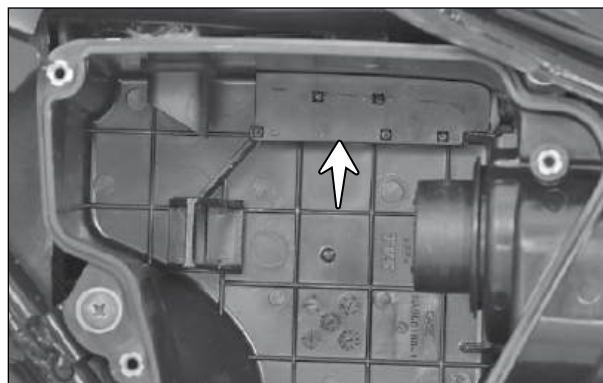

Fig. 2.26
- Remova a tampa do filtro do respiro do motor (seta), retirando sua vedação e retire o elemento filtrante. (Fig. 2.26)